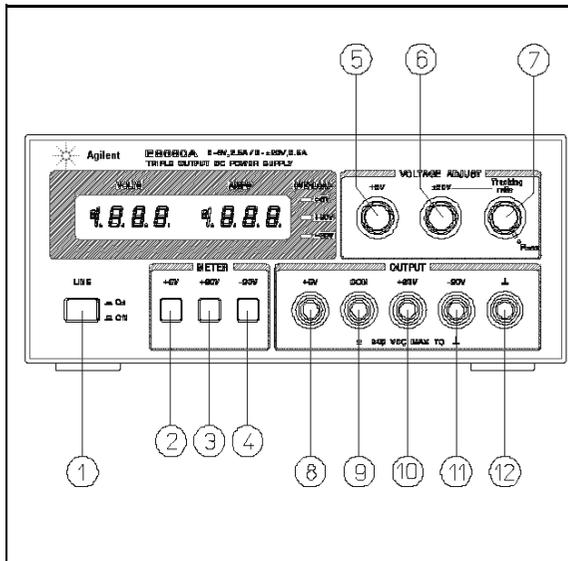

Figure 2. Boutons et voyants de la face avant
Les étapes suivantes décrivent l'utilisation des boutons et des voyants de la face avant illustrée sur la figure 2 et servent à contrôler brièvement si l'alimentation est opérationnelle. Suivez cette procédure de contrôle ou le test de performance plus détaillé de la section Informations de Maintenance à la réception de l'instrument et avant sa connexion à un quelconque équipement de charge.
Cette alimentation peut être utilisée individuellement ou bien en parallèle ou en série avec une autre alimentation (voir paragraphes Fonctionnement en parallèle et en série). Toutes les bornes de sortie sont isolées de la terre. Les sorties de ±20 V et de +6 V utilisent une borne de sortie commune unique. Cette borne commune (COM) ou l'une des autres bornes de sortie peut être connectée à la borne de mise à la terre du châssis située sur la face avant (⑫ sur la figure 2), ou bien toutes les sorties peuvent être laissées flottantes. Les charges peuvent être connectées séparément entre chacune des bornes de sortie de 0 à ±20 V et la borne COM, ou entre les bornes de sortie de -20 V et les bornes de +20 V pour une sortie de 0 à 40 V. Les boutons-poussoirs des afficheurs permettent de sélectionner rapidement la tension ou le courant de sortie à surveiller. Pour surveiller la tension de sortie de 0 à 40 V, additionnez les valeurs affichées par le voltmètre pour les sorties +20 V et -20 V et utilisez soit l'afficheur de +20 V, soit l'afficheur de -20 V, pour mesurer le courant.